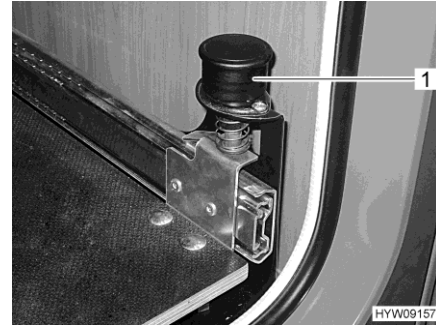

Fig. 90 Pomo con bloqueo
- Tirar el pomo (Fig. 90,1) hacia arriba. El dispositivo de extracción de caja para bombonas de gas está desbloqueado.